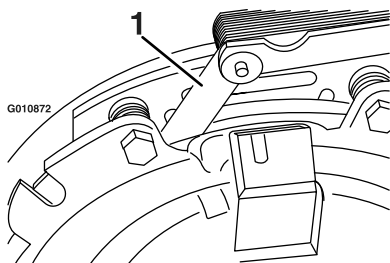
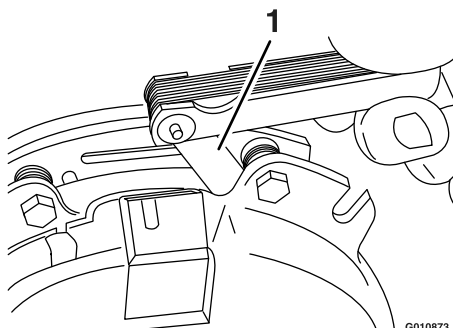

Bild 76
Bild 77
- E. Prüfen Sie mit einer Fühlerlehre (0,25 mm) den Abstand zwischen dem Drehzylinder und der Vorderseite der Lehre an beiden Seiten des Bremsschafts, wie in Bild 76 und Bild 77 abgebildet.